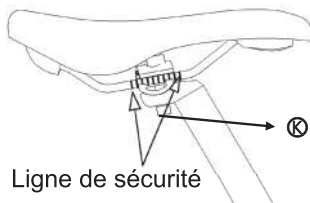

Figure 53-1.
- Veillez à ce que l'attache du tube de la selle ne dépasse pas la ligne de guidage de la selle, comme indiqué sur la Figure 53-1.